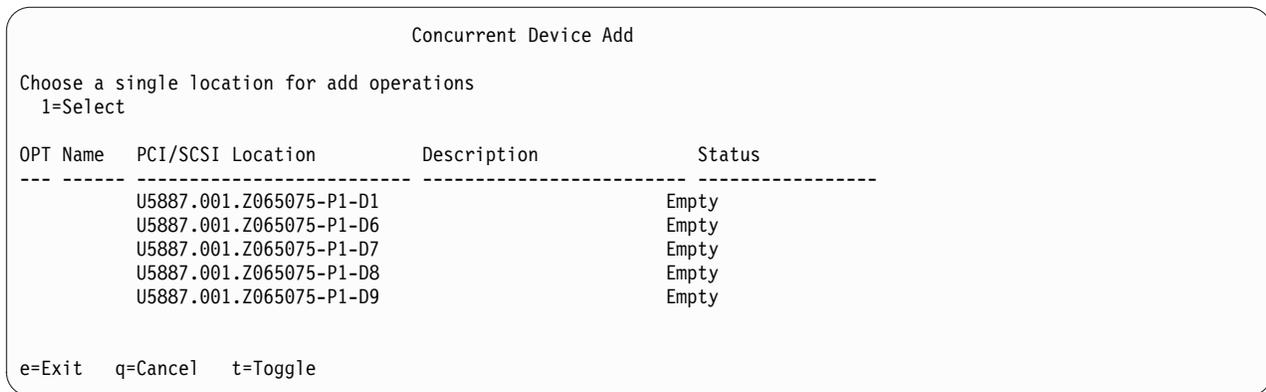

Abbildung 11. Beispielanzeige "Gleichzeitiges Hinzufügen von Einheiten"
- Wählen Sie in der Anzeige "**Mit Platteneinheitwiederherstellung arbeiten**" die Option **Gleichzeitiges Hinzufügen von Einheiten** aus und drücken Sie die Eingabetaste.Die Anzeige "Gleichzeitiges Hinzufügen von Einheiten", ähnlich der in Abb. 11 auf Seite 20, wird angezeigt.